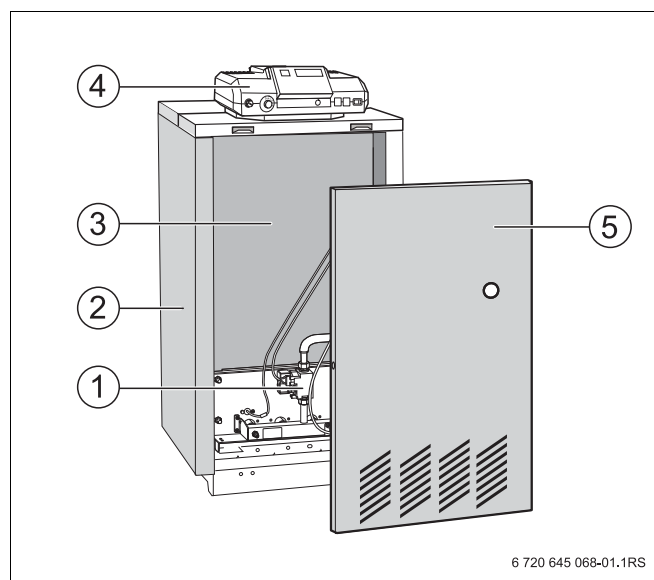

Рис. 1 Специальный газовый отопительный котел Logano G234 WS
Специальный газовый отопительный котел Logano G234 WS (Рис. 1) оснащен на заводе газовой горелкой.
- Котловой блок с теплоизоляцией (Рис. 1, **поз. 3**) и газовой горелкой (Рис. 1, **поз. 1**).
- Обшивка (Рис. 1, **поз. 2**) и передняя стенка котла (Рис. 1, **поз. 5**).
- Система управления (Рис. 1, **поз. 4**).